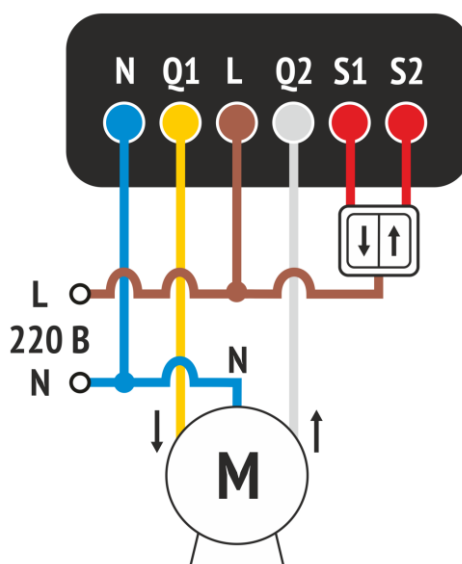

Рисунок 7.1 – Схема подключения модуля
2. Подключите (см. рисунок 7.1):
- нулевой провод к синему выводу (N) модуля и к электромотору (в соответствии с документацией к электромотору).
- фазный провод к коричневому выводу (L) модуля и к контактам выключателей.
- Правильно ли подключен модуль к мотору (см. рисунок 7.1),